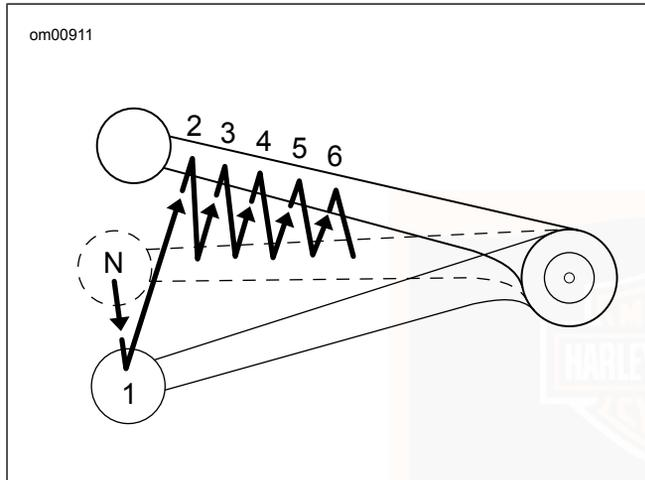

Abbildung 19. Schaltfolge: Hochschalten
1. Siehe Abbildung 19. Die Drosselklappe schließen.